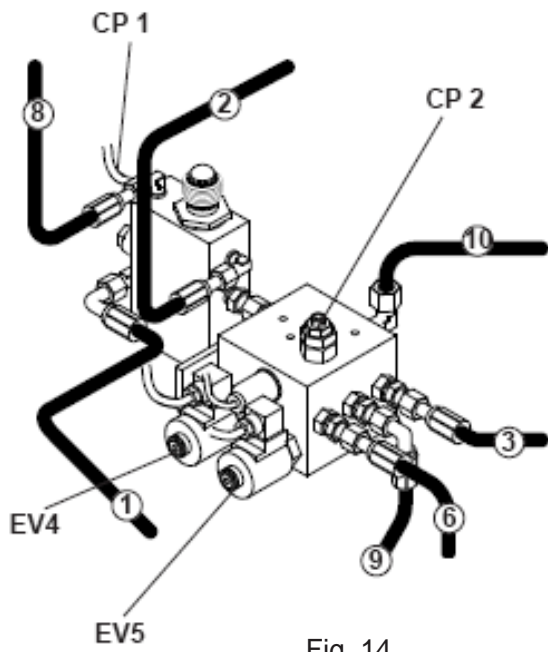

Fig. 14
- Anslut röret (8) till ventilen och cylindern (A).
- Anslut kablarna i styrenheten till magnetventiler **EV4-EV5**, till tryckmätarna **CP1-CP2** (fig. 14).